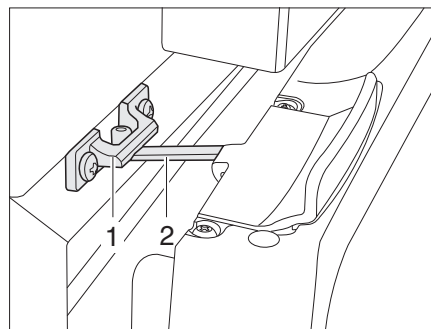

Bild 362 Kylskåpsdörr i ventilationsläge (Thetford)
- För upp låset (Bild 362,2) och haka fast det i låsfästet (Bild 362,1). Därvid stannar kylskåpsdörren i öppet läge.